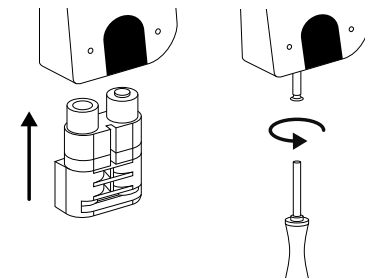

Abb. 112
⑤ Setzen Sie das Batteriefach wieder in das Gehäuse ein und schrauben Sie es fest (Abb. 112).